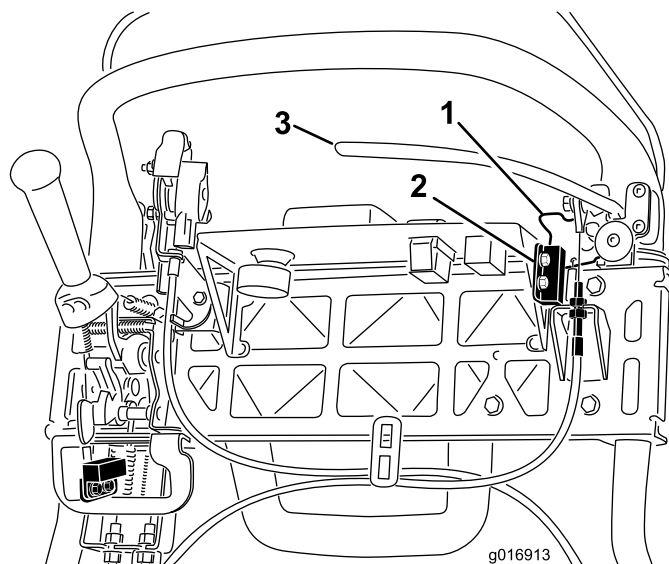

Figura 39
4. Allentate i dispositivi di fissaggio del microinterruttore (Figura 39).
5. Inserite uno spessore di 1,6 mm fra il fermo del freno di stazionamento ed il microinterruttore (Figura 39).
4. Per aumentare la tensione del cavo, allentate il controdamo del cavo superiore e serrate il controdamo del cavo inferiore (Figura 39) finché non occorre applicare una forza di 156 N sulla stegola della leva del freno per rilasciare il fermo del freno di stazionamento. Non regolate eccessivamente, perché la cinghia del freno potrebbe opporre resistenza.